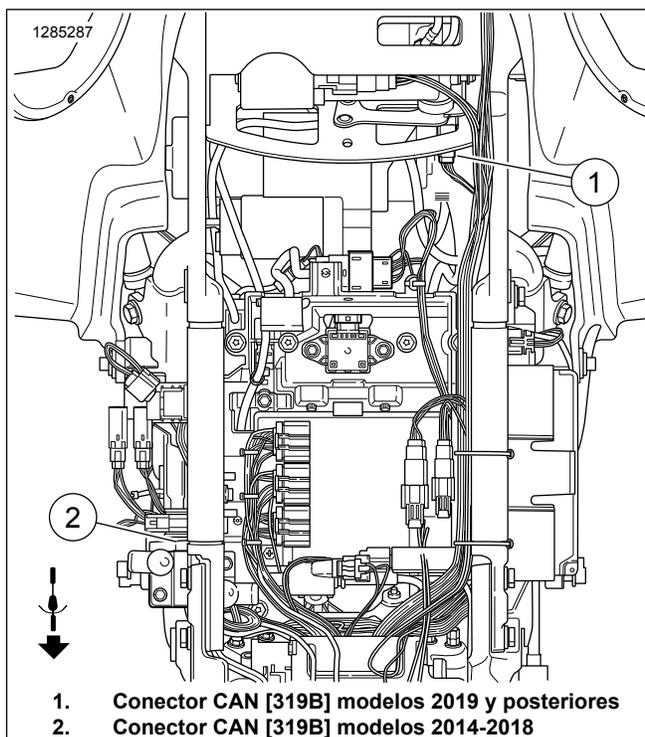

Figura 3. Conector CAN [319B]
- c. Vea Figura 3 . Localice el conector de 2 vías Delphi CAN [319B] (1) debajo de la cubierta lateral derecha.
- d. La tapa es un paquete de resistor de terminación asegurado a la caja de fusibles y relés. Extraiga el conector [319B] (1) del paquete del resistor.
- f. Si esta es la única conexión (trasera) de amplificador en esta instalación, conecte el lado [319B] (1) del arnés C del kit de vuelta en el paquete del resistor de terminación del paso "B" anterior. Si se utilizan varios amplificadores traseros, haga una conexión en cadena [319B] de este mazo de cables al [319A] del siguiente mazo de cables del amplificador. Verifique siempre que el conector restante [319B] esté conectado al resistor de terminación del vehículo.
- b. Separe los tres amarres de cables que sujetan el arnés del conector [319B] (1).
- c. Vea Figura 3 . Coloque [319B] (1) y el conector [319A] a lo largo y luego por debajo de la estructura hacia la ubicación del lado izquierdo del conector del CAN del vehículo.
- f. Vea Figura 3 . Localice el conector de 2 vías Delphi CAN [319B] (1) debajo de la cubierta lateral derecha.
- g. La tapa es un paquete de resistor de terminación asegurado a la caja de fusibles y relés. Extraiga el conector [319B] (1) del paquete del resistor.